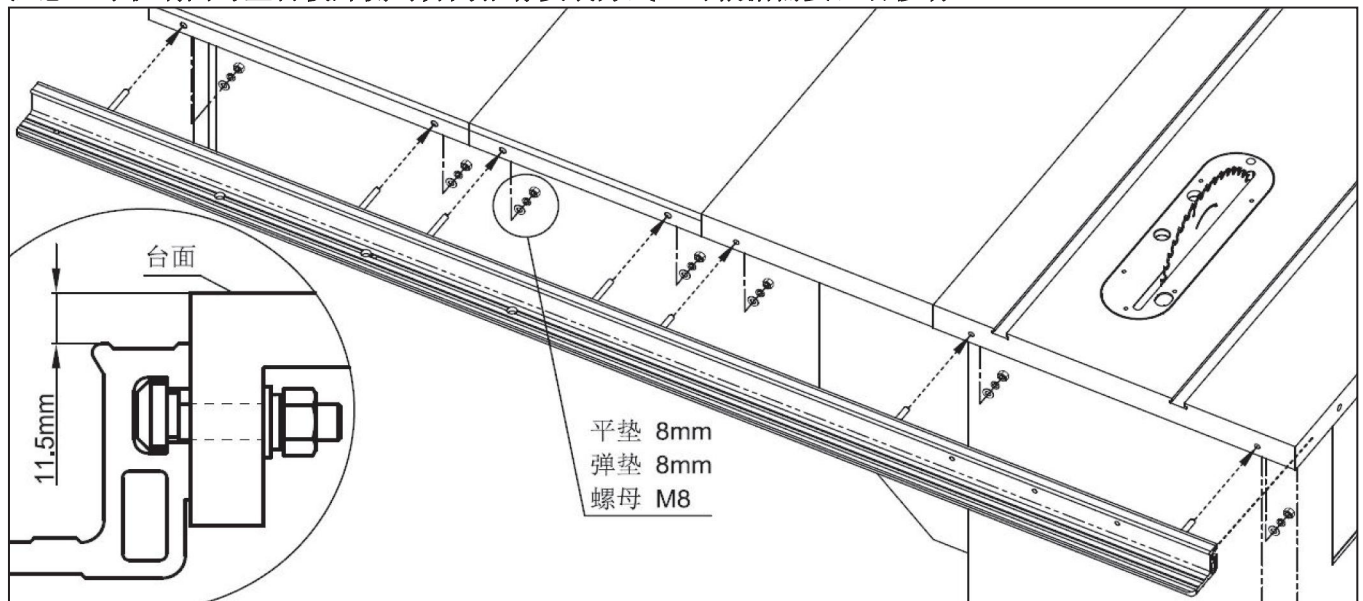
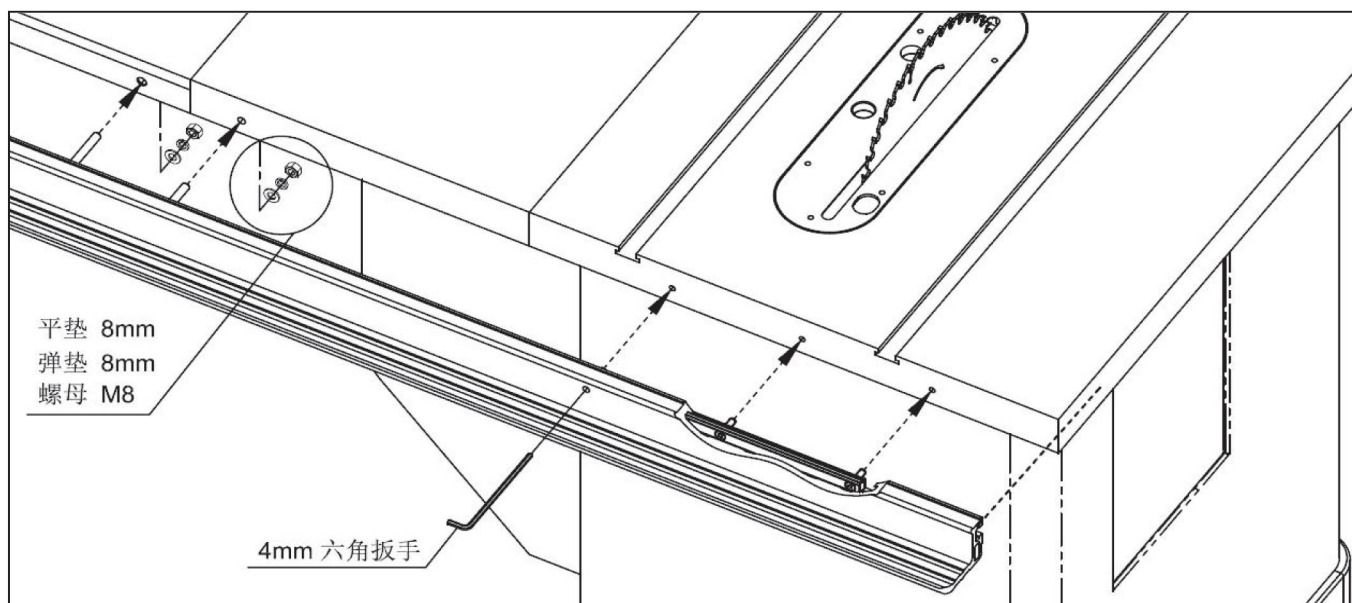

图 6-7
图 6-11
(2) 如图 6-7，安装后导轨组件，预紧螺母。在确保导轨顶面距离台面 11.5mm，及导轨端面与主台板外侧对齐的情况下，锁紧。
(4) 如图 6-11，安装后导轨组件，预紧螺母。在确保导轨顶面距离台板工作面 11.5mm（如图 6-7），及导轨端面与主台板外侧对齐的情况下锁紧。